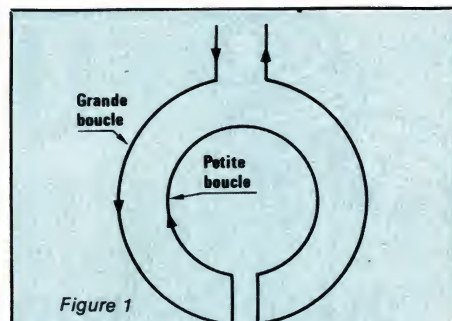
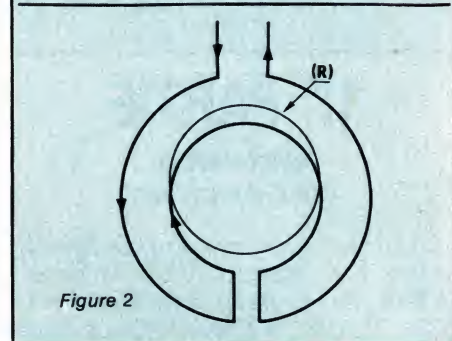

Figure 1
Figure 2
Examinons le bobinage construit comme indiqué à la figure 1. Parcouru par un courant, l'induction produite par la grande boucle est en opposition avec celle engendrée par la petite boucle. Si l'on dispose maintenant un bobinage (R) sur cette dernière boucle (figure 2), il est soumis à deux champs d'induction opposés, celui de la grande boucle et celui de la petite boucle. Le champ de la grande boucle est plus important que celui de la petite boucle mais le bobinage (R) est en relation plus étroite avec celle-ci puisque posé dessus. Il devient évident que pour une certaine configuration des 3 bobinages, l'induction résultante sera nulle dans le bobinage (R). On dispose donc sur (R) d'un signal nul ou presque alors qu'est rayonné un
La conception d'un détecteur de métaux est maintenant possible conformément à la figure 3. Il est composé d'un oscillateur LC dont la self sera bobinée selon le schéma de la figure 1, d'un récepteur dont le bobinage (R) sera accordé sur la fréquence de l'oscillateur et disposé de telle façon qu'à peu près aucun signal ne soit induit. Si l'on souhaite disposer d'une grande sensibilité, il faudra concevoir un circuit annulant le signal résiduel dans (R). Ce circuit est appelé « circuit de zéro » ou « circuit de nul ». Ainsi l'amplificateur situé à la sortie du récepteur pourra avoir un grand gain. En général, ce réglage est accessible depuis l'extérieur du boîtier car l'usure de la pile et la température ont une influence sur l'équilibre de la « balance ».